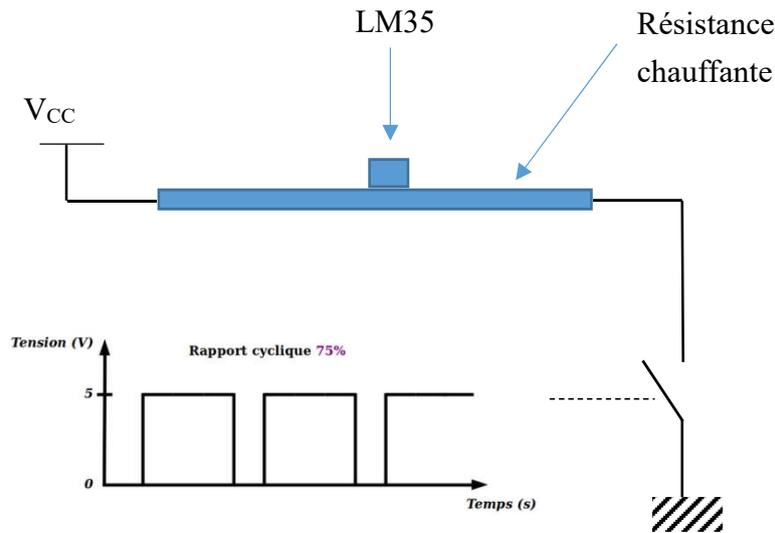
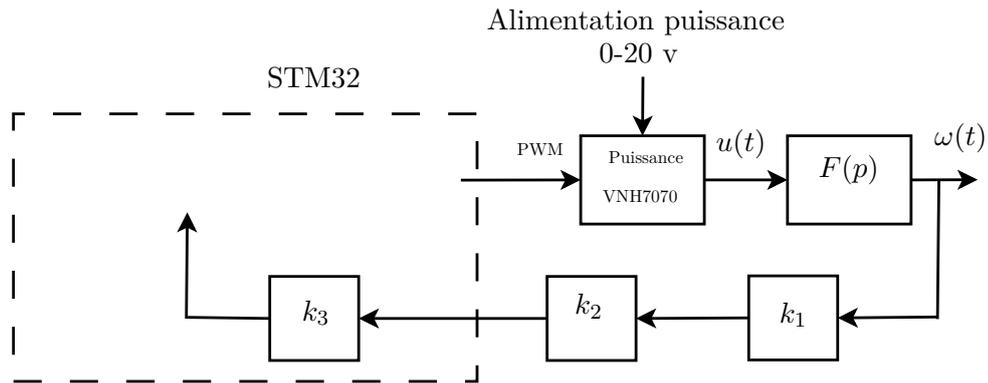

Figure 2 – Schéma d'alimentation de la résistance chauffante
FIGURE 1 – Commande en Boucle Ouverte du MCC.
Question 2 – La résistance chauffante est alimentée via un transistor MOSFET commandé en mode PWM. On peut considérer que le transistor se comporte comme un interrupteur commandé (fermé si signal PWM à l'état haut, ouvert si signal PWM à l'état bas) et donc considérer le schéma de la figure 2.
L'objectif de ce TP est de réaliser une identification temporelle et une identification fréquentielle permettant chacune d'estimer le modèle dynamique d'un Moteur à Courant Continu (MCC). On s'intéresse dans un premier temps au transfert entre le rapport cyclique du signal PWM de la Fig.1 (commande en tension de l'induit du moteur) et la sortie de l'ADC (sortie du gain k_3 , image de la vitesse de rotation du moteur). Ensuite, on déterminera la fonction de transfert $F(s)$ entre le rapport cyclique de l'induit du moteur et sa vitesse de rotation.
FIGURE 2 – Pont diviseur, avec GENERATRICE qui correspond à la sortie de k_1 sur la Fig.1 et MES_GENER qui correspond à la sortie du pont diviseur (sortie de k_2 sur la Fig.1).
2. A partir de du schéma de la Fig.2, déterminer le gain k_2 du pont diviseur.
16. Tracer sur la figure 1 :